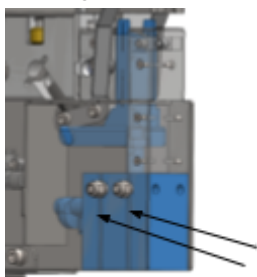

Figura 10
En la figura 10 se muestra el ensamblaje de la instalación de la cuchilla hembra.
Paso 1: Retire las tuercas y los tornillos de hexágono interior indicados en la figura 10.
Paso 8: Presione los tubos de aire en la conexión adecuada. Tubo verde en la conexión superior, tubo rojo en la conexión inferior. Vuelva a deslizar la instalación de corte completa en TagMatic y fíjela con los tornillos, arandelas y tuercas (figura 10).